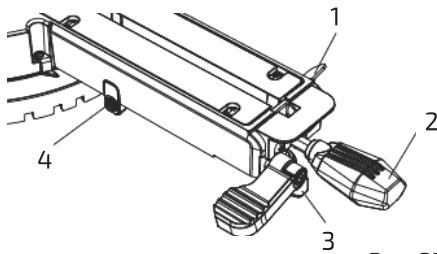

Рис. 37
1. Разблокировать поворотный стол, подняв рычаг блокировки кулачка (1) вверх (рис. 37). Рукоятка поворота (2) не блокирует и не разблокирует стол.
2. Удерживая рукоятку поворота (2), потянуть за рычаг неподвижного упора (3) в направлении вверх и нажать на блок корректировки фиксации (4). Отпустить рычаг неподвижного упора (3), продолжая удерживать блок корректировки фиксации (4). Теперь корректировка фиксации установлена.
3. Повернуть стол на требуемый угол и зафиксировать под этим углом, надавив на рычаг быстрой блокировки кулачка (1).
4. Для сброса корректировки фиксации потянуть за рычаг быстрой блокировки (1), потянуть рычаг неподвижного упора (3) в направлении вверх. Это сбросит блок корректировки фиксации (4), и стол теперь будет останавливаться на неподвижных упорах.